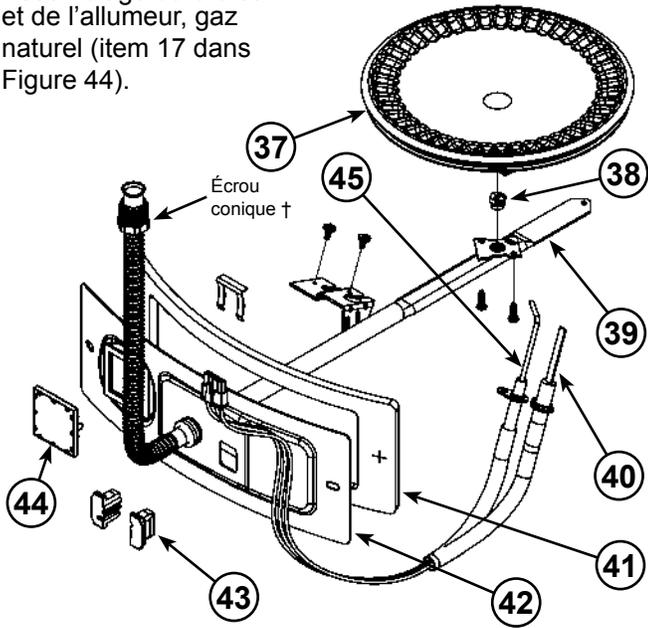

Figure 46
- 17 Assemblage de la porte du collecteur (derrière porte externe) (voir Figure 3 (gaz nat.) ou Figure 4 (propane)) (voir aussi **Figure 46**)
- 37 Brûleur en aluminium (voir Figure 3) (voir aussi **Figure 46**)
- 38 Orifice de gaz (voir Figure 3) (voir aussi **Figure 46**)
- 39 Collecteur (voir Figure 3) (voir aussi **Figure 46**)
- 40 Allumeur à élément chauffant (voir Figure 3) (voir aussi **Figure 46**)
- 41 Joint d'étanchéité, porte du collecteur (voir Figure 3) (voir aussi **Figure 46**)
- 42 Porte du collecteur (voir Figure 3) (voir aussi **Figure 46**)
- 43 Bloc passe-fil et étrier (voir Figure 3) (voir aussi **Figure 46**)
- 44 Regard (voir Figure 3) (voir aussi **Figure 46**)
- 45 Détecteur de flammes (voir Figure 3) (voir aussi **Figure 46**)